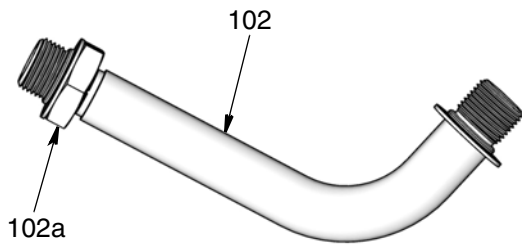

ABB. 4
4. Die Verlängerung (102) am Dosiergerät anbringen:
- a. Die Verlängerungsmutter (102a) (ABB. 4) lösen, bis sie vollständig vom Rohrgewinde herunterkommt.